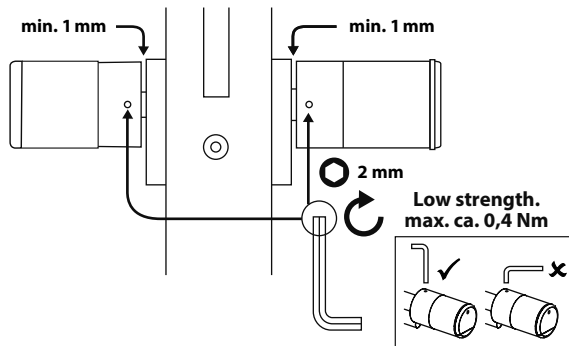

Abb. 125
- ⑦ Schrauben Sie die Madenschrauben wieder in die beiden Knäufe (Abb. 125).